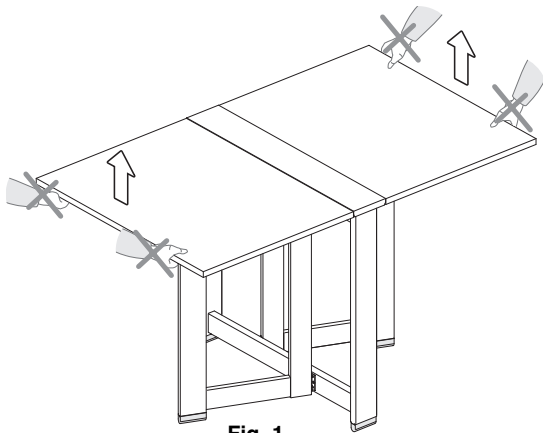

Fig. 1
- Per evitare eventuali rotture non sollevare il tavolo utilizzando i piani aperti (Fig. 1).
- Zur Vermeidung von Beschädigungen den Tisch nicht an den offenen Tischflächen hochheben (Fig. 1).
- To avoid breakages do not lift the table using the open flaps (Fig. 1).
- Para evitar eventuales roturas no levantar la mesa utilizando las tablas abiertas (Fig. 1).
- Pour éviter toute rupture, ne jamais soulever la table par les rabats quand ils sont ouverts (Fig. 1).
- Om eventueel afbreken te vermijden, de tafel niet optillen aan de geopende tafelbladen (Fig. 1).